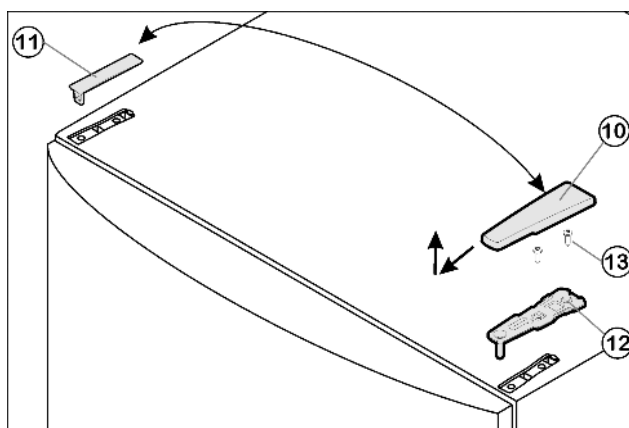

Fig. 8
- ▶ Потяните крышку *Fig. 8 (10)* вперед и вверх.
- ▶ Снимите крышку *Fig. 8 (11)*.
- ▶ Открутите верхний опорный кронштейн *Fig. 8 (12)* (2 шт. Torx® 25) *Fig. 8 (13)* и вытяните вверх.